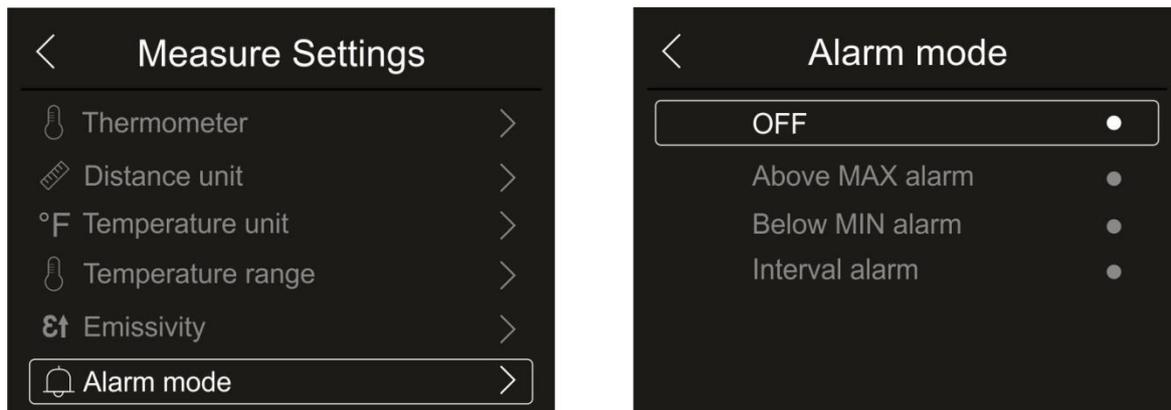

Fig. 29: Menu d'activation des seuils d'alarme sur la mesure
1. Touchez l'élément « Alarm mode » pour activer les seuils d'alarme acoustique sur la mesure de température associée aux objets insérés sur l'image (curseur, points, lignes et zones) associés à la fonction « Alarme » du menu principal (voir §). La Fig. 29 – partie droite s'affiche à l'écran :